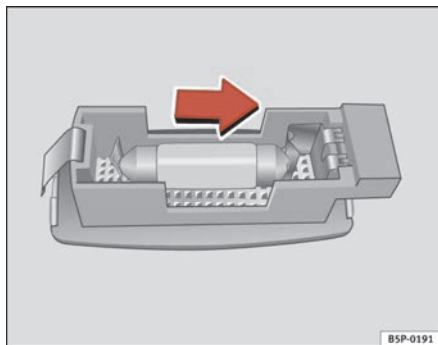

Fig. 175 Desmontaje luz del parabol
- Retire la luz con cuidado, utilizando el destornillador por su parte plana, tal como indica la figura ⇒ fig. 175.
- Retire la lámpara, moviéndola en el sentido de la flecha y hacia afuera ⇒ fig. 175.